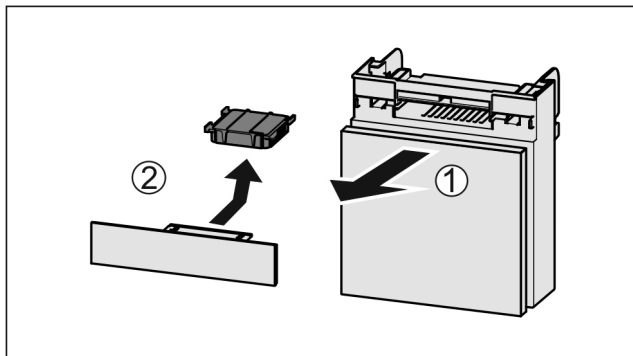

Fig. 155
- ▶ Издърпайте Fig. 155 (1) напред от отделениято.
- ▶ Извадете Fig. 155 (2) филтъра с активен въглен.